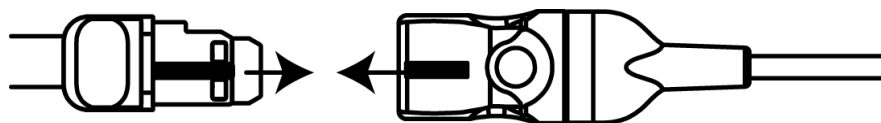

Abbildung 12-13 Anschließen eines Sensors an das Vorverstärkerkabel
- 3 Platzieren Sie den Sensoranschluss am vorderen Ende des Sensorkabel-Anschlusses, und richten Sie die Markierungen aneinander aus (Abbildung 12-13).